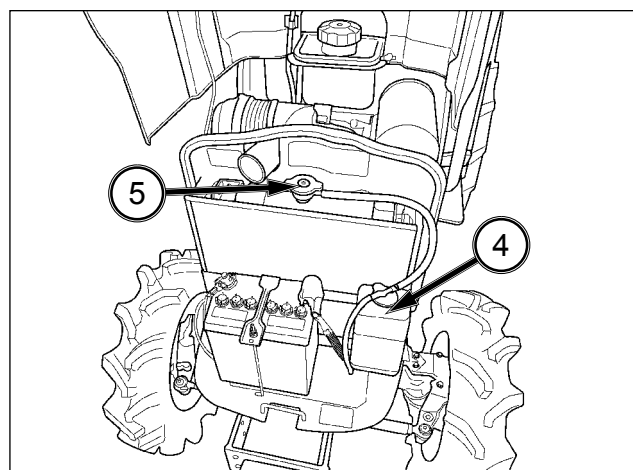

FIG. 100
FIG. 100 : Le radiateur comporte un vase d'expansion (4) pour garder constant le niveau du liquide de refroidissement dans le radiateur. Contrôlez le niveau dans ce vase d'expansion lors de l'inspection quotidienne.